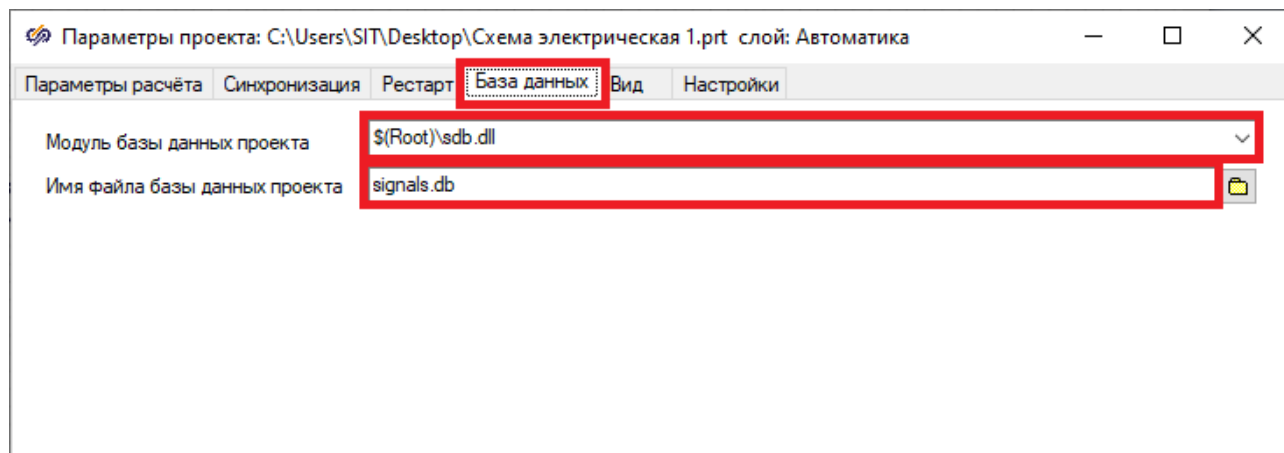

Рисунок 4.2.3. Окно «**Параметры проекта**» - вкладка «**Настройки**».
Окно параметров проекта с измененными полями представлено на рисунке ниже (Рисунок 4.2.3).
- 3) В поле «**Имя базы данных проекта**» вводится произвольное имя, с которым будет сохранена база данных, и путь к директории, в которой она будет сохранена (Рисунок 4.2.3). В случае, когда прописывается только имя базы данных, то она сохраняется в той же директории, в которой сохраняется и проект, к которому она подключена. Если же необходимо определить другую директорию сохранения, то нужно в данном поле прописать тот путь, по которому будет находиться файл базы данных сигналов.